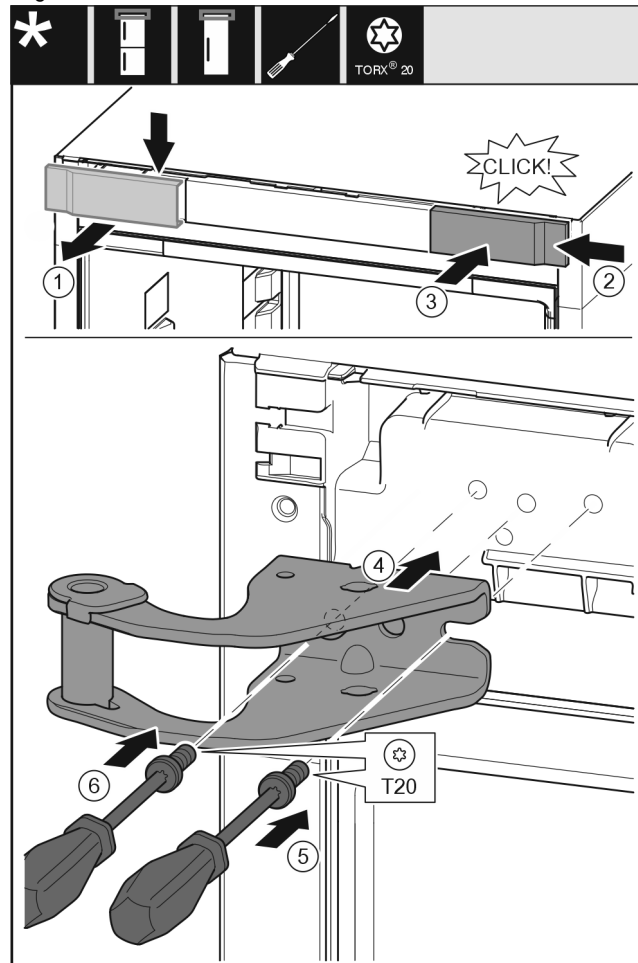

Fig. 12
- Abdeckung Fig. 12 (1) von oben nach vorne abnehmen.
- Abdeckung Fig. 12 (2) um 180° gedreht auf der anderen Seite von rechts einhängen.
- Abdeckung Fig. 12 (3) einrasten.
- Oberen Lagerbock Fig. 12 (4) ansetzen.
- Schraube Fig. 12 (5) mit Schraubendreher ansetzen und festdrehen.
- Schraube Fig. 12 (6) mit Schraubendreher ansetzen und festdrehen.